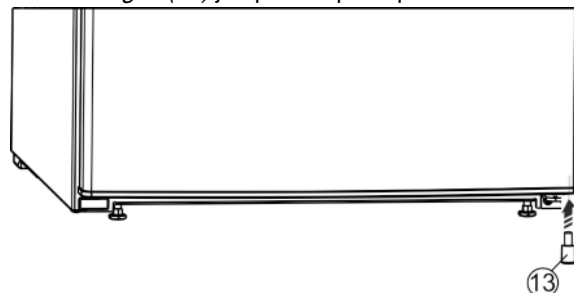

Fig. 10
- ▶ Réinstaller la butée Fig. 10 (13) en bas à droite sur le porte, car elle joue un rôle important dans la stabilité de l'appareil.